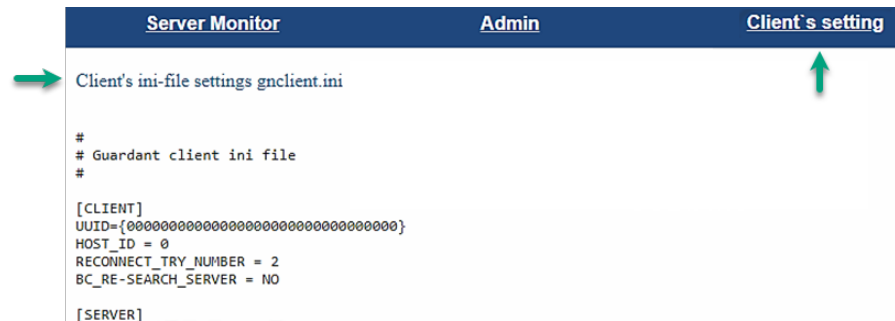

Рис. 47 Ссылка для скачивания файла настроек
4. Получение файла настроек для клиентского приложения, Рис. 47.